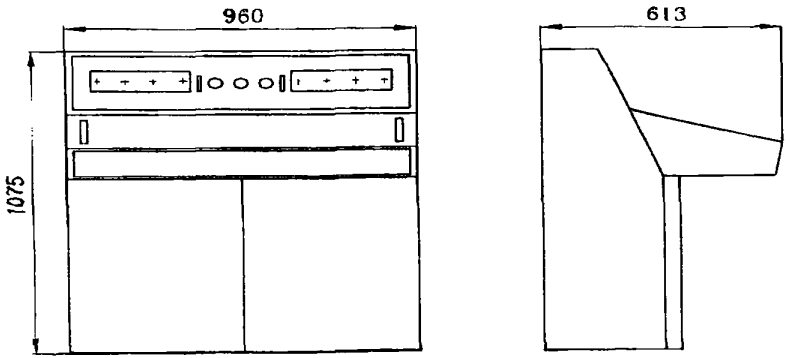

Рис. 5
**Б.** Пульт диспетчерский лифтовой типа ПДЛ-30 ТУ400-28-324-78, предназначен для дистанционного контроля за работой лифтовых установок числом не более 30-ти. Устанавливается в помещении диспетчерских служб. (Рис. 5)